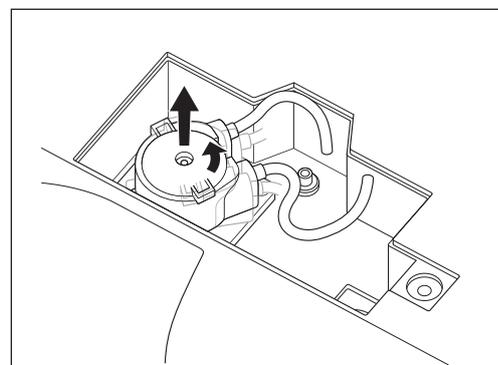

Fig. 53
- 5) Ruotare il set pompa di irrigazione in senso antiorario finché scatta, quindi estrarlo (Fig. 53).